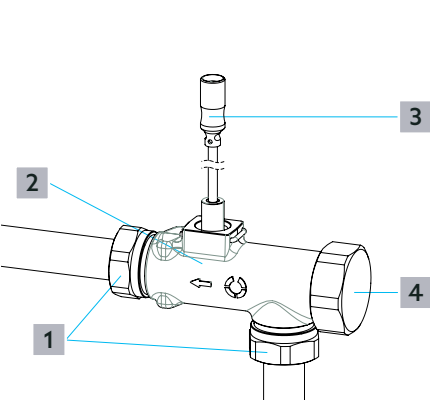

Fig. 1: Configuration
! S'il existe un module de bouclage d'E.C.S., retirer le capuchon (voir Fig. 1 (5)).